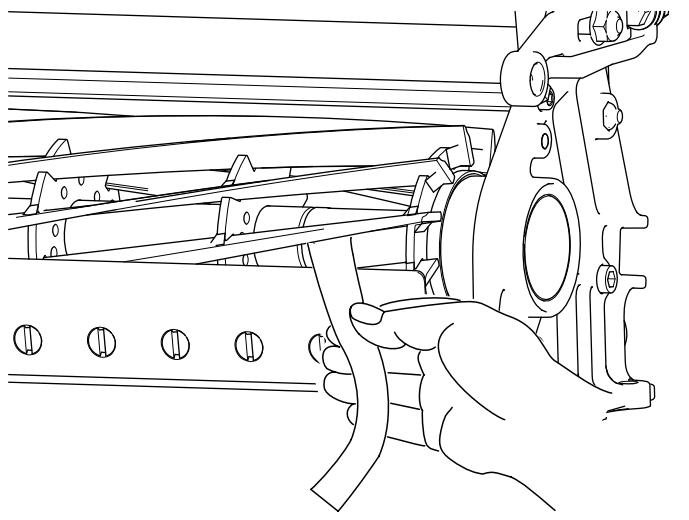

Figura 8
- B. Inserte una tira larga de papel para comprobar el rendimiento del corte (Pieza Toro N.º 125-5610) entre el molinete y la contracuchilla, perpendicular a la contracuchilla (Figura 8) y, a continuación, gire **lentamente** el molinete hacia delante; deberá cortar el papel; de lo contrario, repita los pasos A y B hasta que corte.
11. Inserte una tira larga de papel para comprobar el rendimiento del corte (Pieza Toro N.^º 125-5610) entre el molinete y la contracuchilla, perpendicular a la contracuchilla (**Figura 8**) y, a continuación, gire **lentamente** el molinete hacia delante; deberá cortar el papel; de lo contrario, gire 1 clic cada tornillo de ajuste de la barra de asiento en el sentido de las agujas del reloj, hasta que corte el papel.